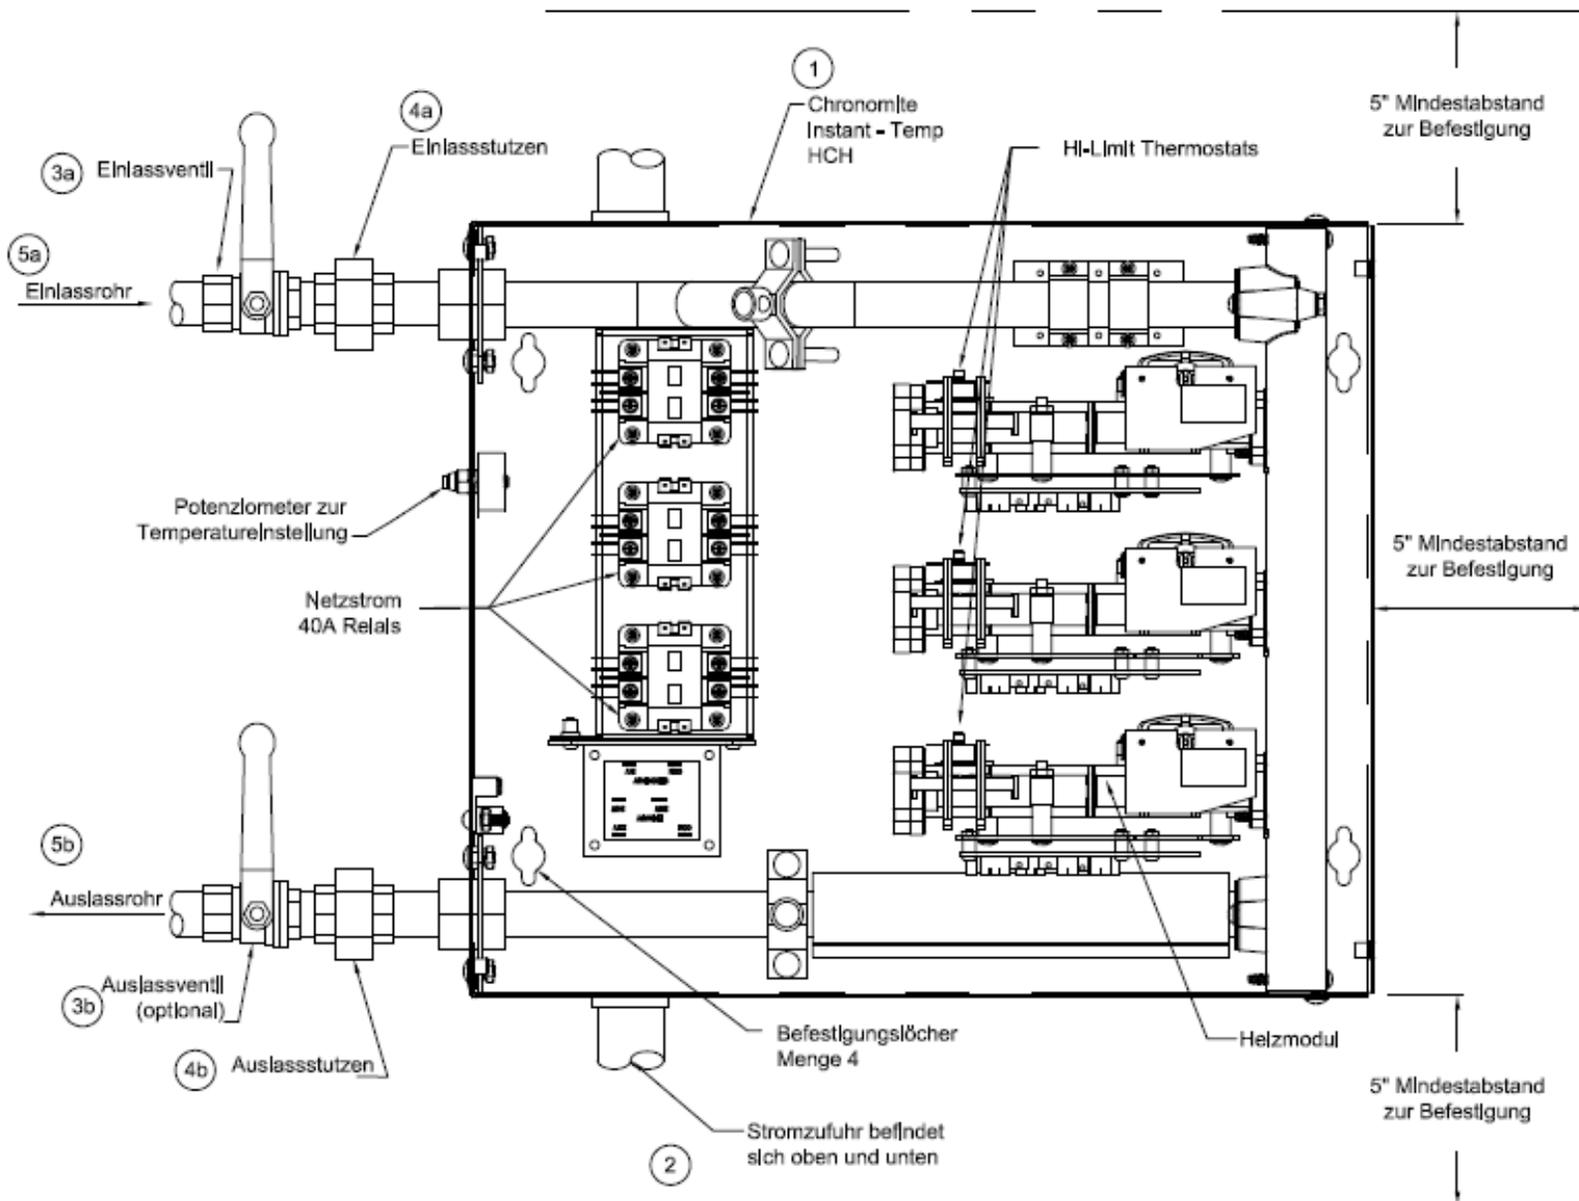

ABBILDUNG 1 – Installation des Heizgeräts
2. Abdeckung des Heizgeräts entfernen. Das Gerät horizontal bündig an der Wand montieren (siehe Abb. 1). Die Wasseranschlüsse befinden sich nur auf der rechten oder linken Seite. Wenn sich die Wasseranschlüsse oben oder unten befinden, ist das Heizgerät nicht in der korrekten Position. Mit vier Schrauben durch die Befestigungslöcher am Gehäuse der Grundplatte mit Molly-Dübeln oder Halterungen montieren. **VORSICHT:** Die Heizelemente können durchbrennen, wenn das Gerät nicht mit horizontal ausgerichteten Heizmodulen montiert wird.
3. Achten Sie darauf, dass die Anordnung des Heizgeräts 5"/12,7 cm Abstand für den Zugang mit einem Schraubendreher zu den verbleibenden 3 Seiten des Geräts lässt, um die Abdeckung entfernen und bei Bedarf zukünftige Wartungsarbeiten durchführen zu können. (Siehe Abb. 1)
5. Die Rohrleitung anschließen. Verwenden Sie ¾-Zoll konisches nationales Rohrgewinde am Kaltwassereinlass und Warmwasserauslass (siehe Abb. 1). Stutzen und Ventil(e) verwenden, um die Installation und mögliche Wartungsarbeiten zu vereinfachen. Teflonband oder Rohrdichtmasse verwenden. Auf diese Beschläge keine Hitze anwenden, da dies die Heizmodule beschädigt und die Garantie erlischt. Die Rohrleitung mit eingebautem Heizgerät etwas aufrauen und das Gerät während des Lötens der Anschlüsse entfernen.
1. **Prüfen der Flussrate** – Die Kontrolle der Flussrate ist entscheidend, um den korrekten Temperaturanstieg und die Aktivierung des Heizgeräts sicherzustellen. Prüfen Sie das Modell hinsichtlich Aktivierungstyp (L), (S) und (H) und beziehen Sie sich für die Aktivierungspunkte des Flussschalters auf Tabelle 2. Alle Relais schalten sich am Aktivierungspunkt simultan ein. Wenn die Relais einschalten, gehen Sie zu Schritt 2.
6. **High-Limit-Thermostat** – Schalten Sie den Strom an allen Sicherungen aus. Entfernen Sie die Abdeckung. Drücken Sie die Rücksteltaste an jedem Modul. Beziehen Sie sich für deren Lage auf Abbildung 1.
11. **Probleme?** – Wenden Sie sich an unsere kostenlose Hotline (800) 447-4962 oder +1 (626) 937-4270.